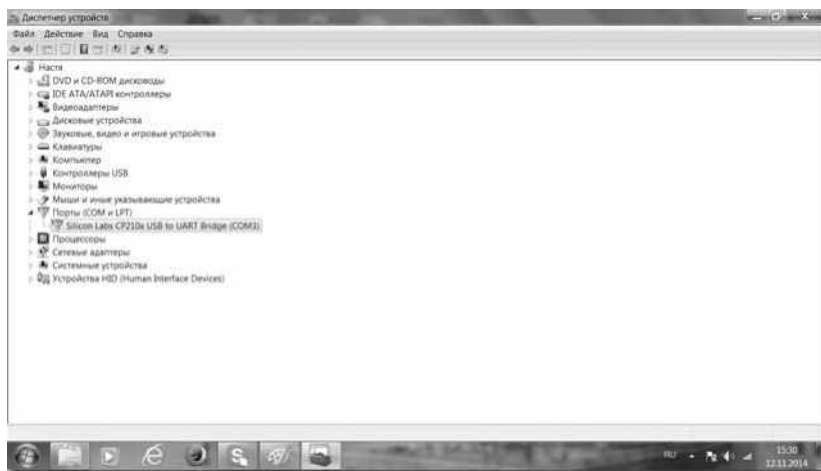

Рис. 14
3.12. Как мы видим в «Диспетчере устройств» наше устройство теперь опознано компьютером и находится во вкладке «Порты» (рис.14).